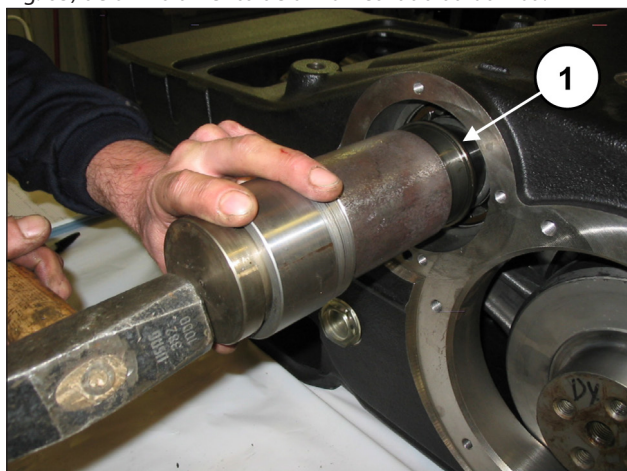
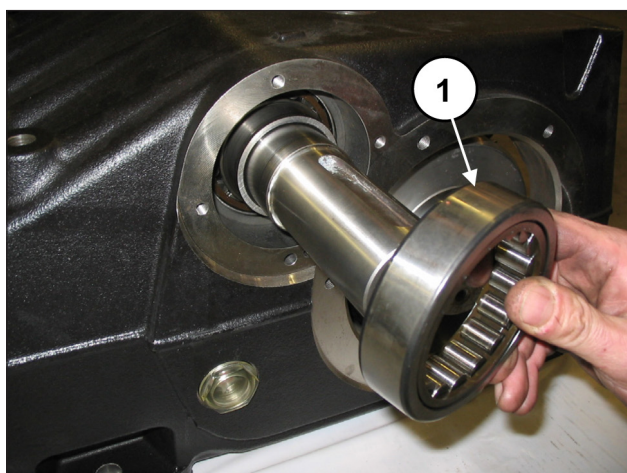

Fig. 62
Fig. 63
Insira o anel interno (pos. ①, Fig. 62) e o anel externo (pos. ①, Fig. 63) de um rolamento de um único lado da bomba.
Insira o anel interno (pos. ①, Fig. 62) e o anel externo (pos. ①, Fig. 63) do último rolamento.